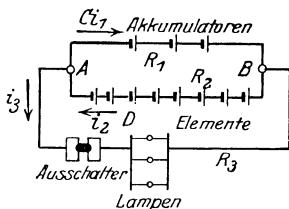

Abb. 31. Schaltung einer Beleuchtungsanlage zu Aufgabe 95.
**95.** Jemand wünscht sich eine kleine Beleuchtungsanlage einzurichten. Er schafft zu diesem Zweck 3 [4] Akkumulatoren von je 2 [1,59] V EMK und 0,033 [0,008]  $\Omega$  innerem Widerstande an. Parallel zu den Akkumulatoren werden zum Laden derselben 8 [11] Meidinger Elemente von je 9 [10]  $\Omega$  innerem Widerstand und 1 [1] V EMK geschaltet. An die gemeinschaftlichen Klemmen A und B (Abb. 31) werden Glühlampen, deren Kombinationswiderstand 4 [7,5]  $\Omega$  beträgt, angeschlossen. Gesucht wird: